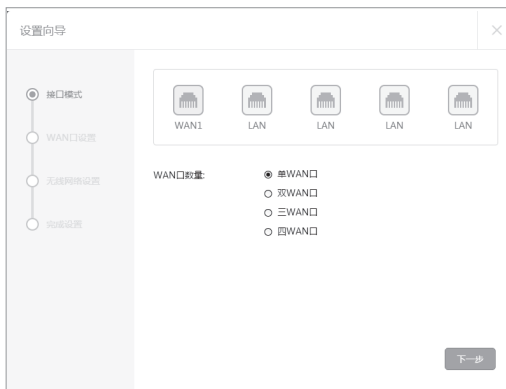

图4-2 接口模式设置
4. 请进行接口模式设置，如图4-2所示。选择WAN口数量，并单击“下一步”，分别对每一个WAN口进行设置。